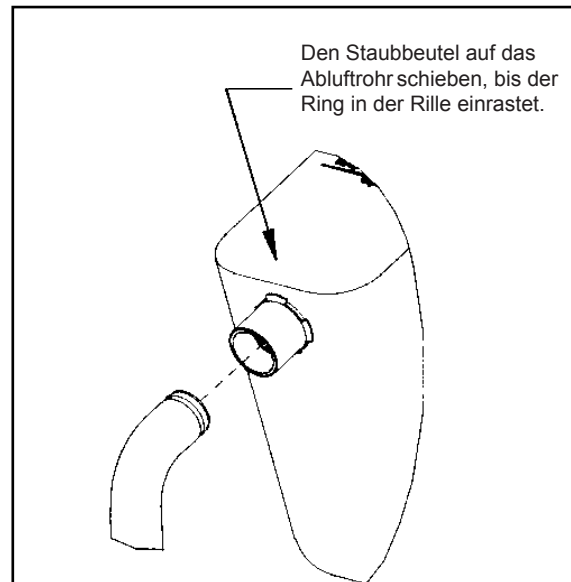

Abbildung 5
1. Den Staubbeutel auf das Abluftrohr schieben, bis der Ring in der Rille einrastet. (Abbildung 5). Hierzu drücken Sie am besten mit der Handfläche gegen die Rückseite des Beutels.